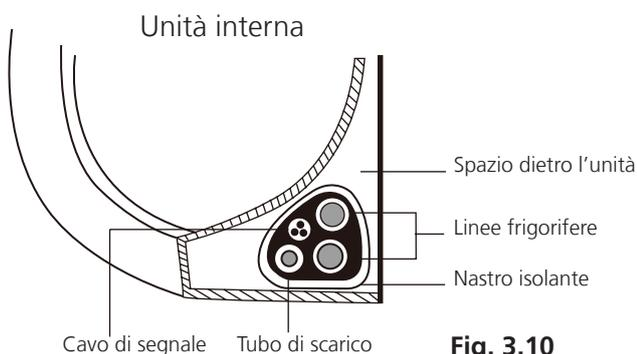

Fig. 3.10
1. Assemblare il tubo di scarico, i tubi del refrigerante e il cavo di segnale come indicato nella **Fig. 3.10**.
3. Usando un nastro isolante, avvolgere insieme il cavo di segnale, i tubi del refrigerante e il tubo di scarico. Controllare che tutti i componenti siano uniti come indicato nella **Fig. 3.10**.